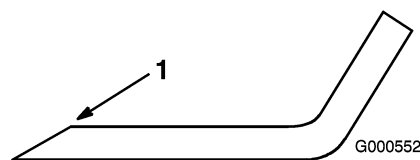

Figure 40
1. Au moyen d'une lime, aiguisez les tranchants aux deux extrémités de la lame (Figure 40) en veillant à conserver l'angle de coupe d'origine. Limez la même quantité de métal sur chacun des deux tranchants pour ne pas déséquilibrer la lame.